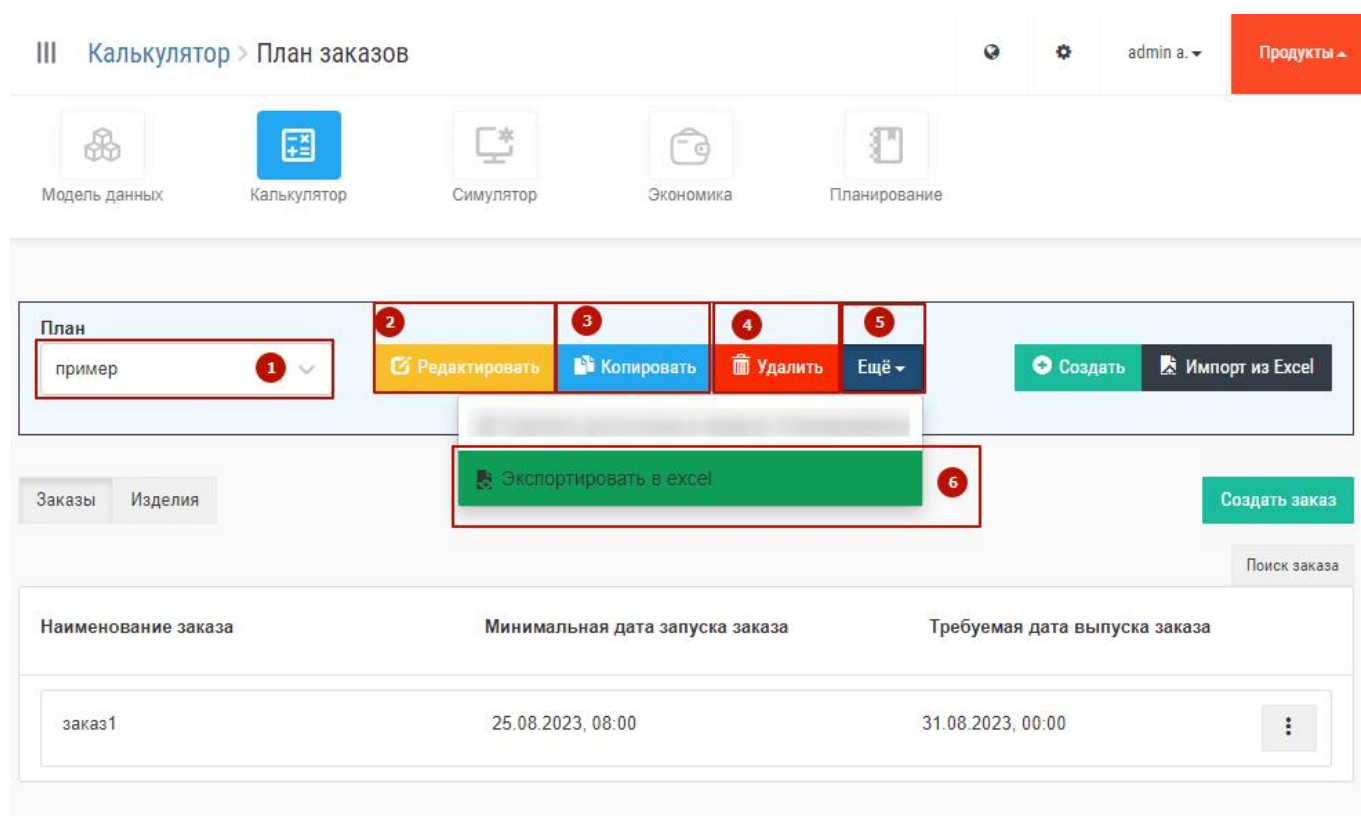

Рис. 25 – План заказов основной экран
Пример основного экрана интерфейса работы с заказами показан на Рис. 25.
- **Выбор необходимого плана.** Для выбора плана нужно в поле «План» нажать на стрелку «вниз» (1 на Рис. 25), выбрать строку с нужным планом и подтвердить выбор нажатием клавиши «Enter» или левой кнопки мыши.
- **Редактирование наименования плана.** Для редактирования наименования нужно нажать на кнопку «Редактировать», затем в появившемся окне ввести новое наименование плана и нажать на кнопку «Сохранить» (2 на Рис. 25). Для выхода из появившегося окна без сохранения необходимо нажать левой кнопкой мыши в любом месте экрана вне этого окна.
- **Копирование плана.** Для копирования плана нужно нажать на кнопку «Копировать» (3 на Рис. 25). Система скопирует план и добавит в название плана окончание «Копия_0». Затем название плана можно будет отредактировать.
- **Удаление плана.** Для удаления плана нужно нажать на кнопку «Удалить» (4 на Рис. 25). После нажатия кнопки появится новое окно с запросом на подтверждение удаления плана. Для удаления необходимо нажать кнопку «Да», для отмены действия нажать в «Нет».
- **Экспорт плана в Excel.** Для экспорта текущего плана в Excel, необходимо нажать на кнопку «Еще», а затем в появившемся меню нажать на кнопку «Экспортировать в Excel» (5 + 6 на Рис. 25). После этого в правом нижнем углу появится уведомление о соответствующем действии.